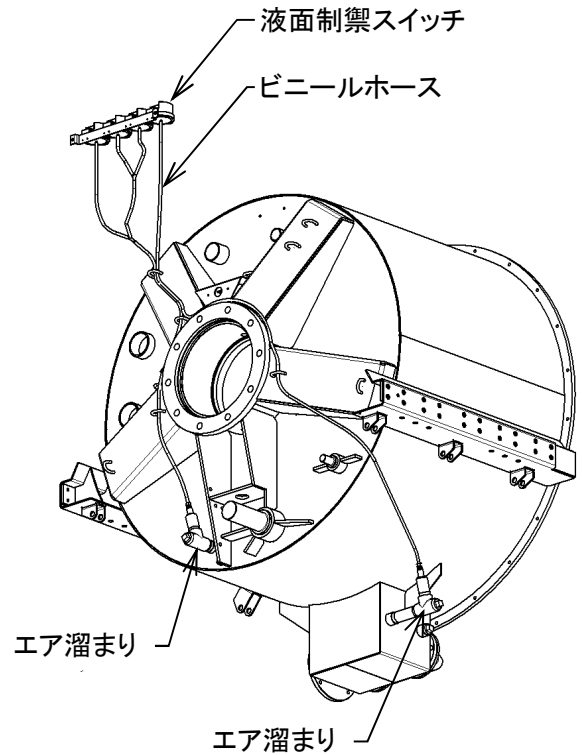
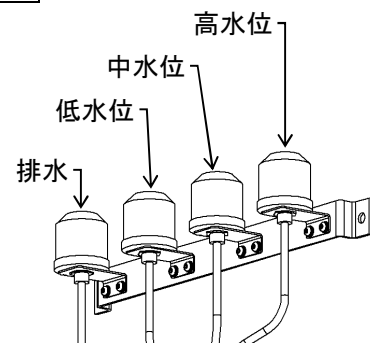

図 8-6
図 8-7
8. 3.4 液面制御スイッチ (図 8-6)
2) 液面制御スイッチの点検 (図 8-6、図 8-7)